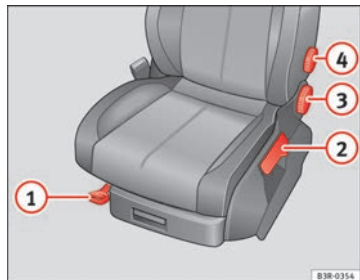

Fig. 106 Mandos en el asiento del conductor
- Levante la palanca ① ⇒ fig. 106 y desplace el asiento hasta la posición deseada.
- Suelte la palanca ① y siga desplazando el asiento hasta que encaje el bloqueo.
- Tire de la palanca ② ⇒ fig. 106 hacia arriba varias veces hasta alcanzar la posición deseada.
- Con la mano, gire la rueda ③ ⇒ fig. 106 para ajustar la inclinación del respaldo.
- No ejerza fuerza sobre el respaldo y gire la rueda ④ ⇒ fig. 106 para ajustar el apoyo lumbar.